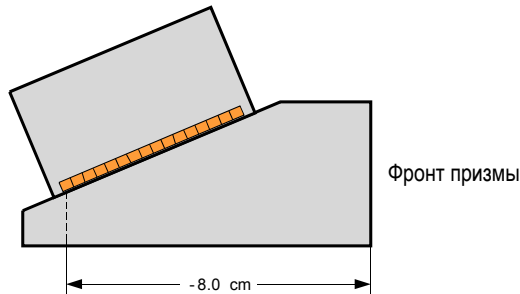

Рис. 4-7 Измерение первичного смещения
- d) Выберите **Первич. смещ.**, а затем введите значение первичного смещения, которым является расстояние между фронтом призмы и центром первого элемента ПЭП (см. Рис. 4-7 на стр. 106).